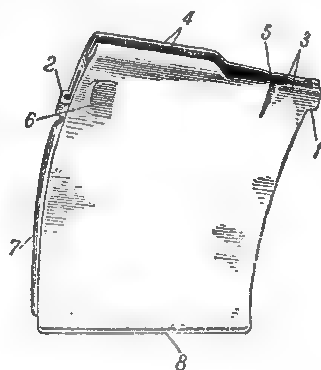

Рис. 41. Коробка магазина:
42. Коробка магазина (рис. 41) служит для помещения подающего механизма и патронов. Она имеет: передний выступ, заходящий за уступ передней стенки окна ствольной коробки при постановке магазина; задний выступ для защелки магазина; передние загибы для ограничения подъема подавателя; загнутые крылья для удержания и направления